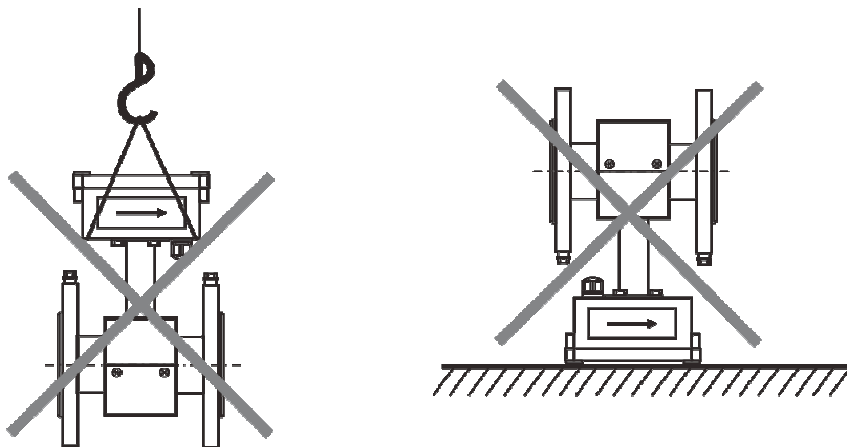

Рисунок 2.1 – Недопустимые действия при работе с расходомерами
- запрещается поднимать расходомеры за ЭП, а также устанавливать их на ЭП, рисунок 2.1;